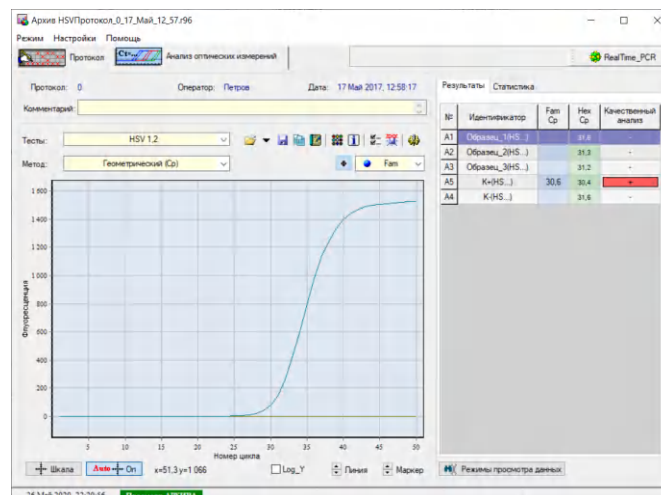

Рис.63 Окно режима «Архив»
4. Открыть двойным кликом любой сохраненный файл протокола (тип файла *.r32, *.r48, *.r96, *.384). В этом случае сразу откроется протокол с результатами оптических измерений (Рис.63).